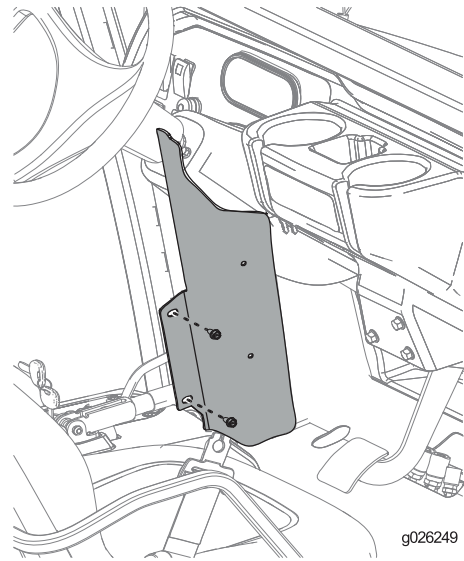

Bild 46
3. Befestigen Sie die Seitenplatte mit zwei Schrauben (1/4") an jeder Seite der Maschine, wie in **Bild 46** abgebildet.